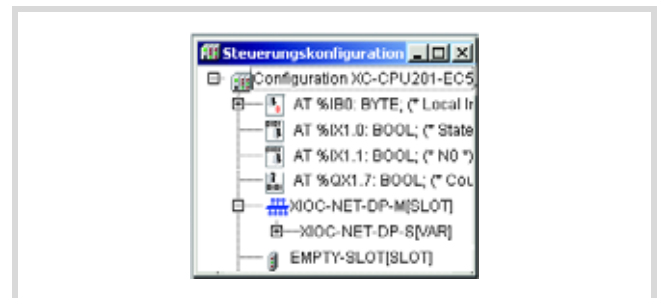

Abbildung 84: Konfiguration XC200
- Konfigurieren Sie zunächst die XC200 gemäß Abbildung 84.